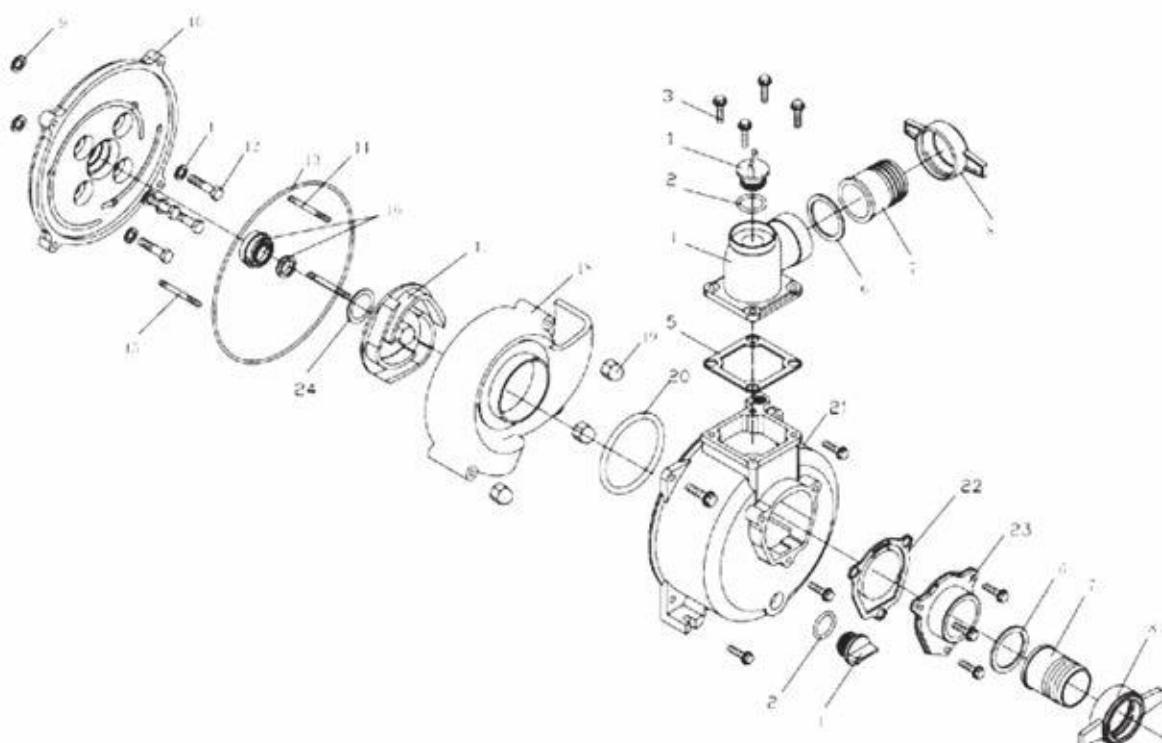

Рис.4
**НАСОС ВКЛЮЧАЕТ В СЕБЯ (Рис.4):**